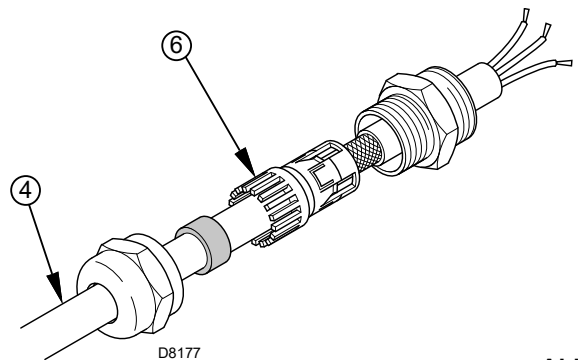

Abb. 22
- Unter Benutzung des Anschlussstücks 6) Die Abschirmung des vom VSD (Inverter) kommenden Kabels 4) wie auf Abb. 22 beschrieben durchführen;